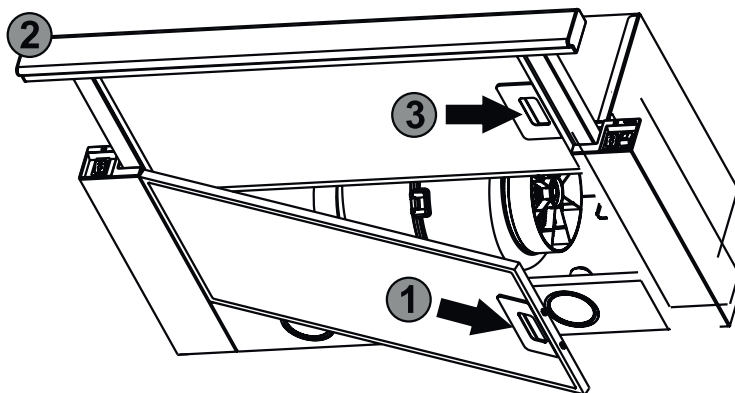

Fig. 4
2. Trageți panoul glisant 2 până la capăt (fig.4);
3. Scoateți filtrul de aluminiu 1 (fig. 4), care se află pe carcasa hotei;